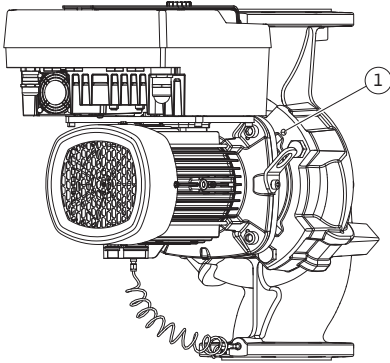

Fig. 11: Moottori-juoksupyöräyksikön painaminen irti kierreosien (DN 100...DN 125) kautta
5. Irrota moottori-juoksupyöräyksikkö (katso Fig. 4) pumpun pesästä. Pumpputyypistä riippuen (katso Fig. I...III) on olemassa erilaisia tapoja: Pumpputyypissä Fig. I (DN 32...DN 80) avataan ruuvit pos. 29. Paina moottori-juoksupyöräyksikkö irti pumpun pesästä. Käytä pumpputyypeissä Fig. II ja Fig. III (DN 100...DN 125) tähän tarkoitukseen kahta kierreosia (Fig. 11, pos. 1). Käytä tässä sopivia, asiakkaan toimesta hankittavia ruuveja (esim. M10 x 25 mm).
5. Paina moottori-juoksupyöräyksikkö (katso Fig. 4) ulos pumpun pesästä. Käytä siihen kahta kierreleikettä (katso Fig. 11). Irrota kiinnitys kiertämällä sopivan pituiset M10-ruuvit kierreleikkiin.
7. Irrota kaksi suojalevyn lukitusruuvia (Fig. II, pos. 27) ja poista suojalevy.
8. Vie kiintoavain, jonka avainväli on 27 mm, tiivistelaipan ikkunaan ja pidä akselia avainpintojen välissä (Fig. II, pos. 16). Irrota juoksupyörän mutterit (Fig. II, pos. 22). Vedä juoksupyörä (Fig. II, pos. 21) sopivalla ulosvetimellä akselilta.
9. Irrota paine-eroanturin kiinnityslevy (Fig. I, pos. 13) moottorilaipasta avaamalla ruuvi (Fig. II, pos. 10). Jätä paine-eroanturi (Fig. I, pos. 8) kiinnityslevyineen (Fig. I, pos. 13) riippumaan paineenmittausjohtoihin (Fig. I, pos. 7). Irrota tarvittaessa elektroniikkamoduulissa olevan paine-eroanturin liitäntäkaapeli.
10. Avaa ruuvit (Fig. II, pos. 10 ja pos. 10a).
11. Irrota tiivistelaippa kaksivartisella ulosvetimellä (yleisvetimellä) moottorin keskiöntiosasta ja vedä se pois akselista. Liukurengastiiviste (Fig. I, pos. 25) irtoaa samalla. Vältä tiivistelaipan kääntymistä kulmittain väärään asentoon.
12. Jos liukurengastiiviste on vaurioitunut, paina liukurengastiivisteiden vastarengas (Fig. I, pos. 26) pois tiivistelaipassa olevasta kiinnityskohdasta. Aseta tiivistelaippaan uusi vastarengas.